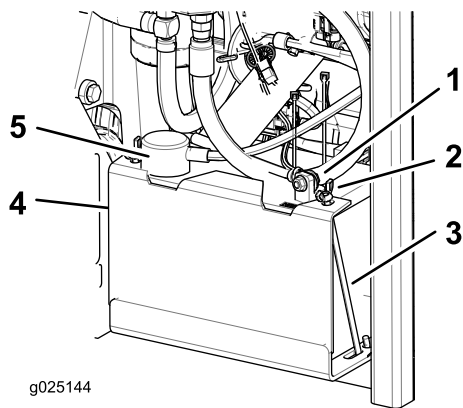

Figure 45
3. Débranchez le câble négatif (noir) de la borne négative (-) (noire) de la batterie (Figure 45).
4. Enlevez le capuchon rouge de la borne positive (rouge) de la batterie et débranchez le câble positif (+) (rouge) (Figure 45).
5. Retirez les écrous à oreilles qui fixent les crochets en J (Figure 45).
6. Déposez la barrette de maintien (Figure 45).
- Placez la batterie dans son support en tournant les bornes à l'opposé du réservoir hydraulique (Figure 45).
- Fixez les câbles avec 2 boulons, 2 rondelles et 2 contre-écrous (Figure 45).
- Reposez la barrette de maintien et fixez-la avec les écrous à oreilles et les crochets en J (Figure 45).